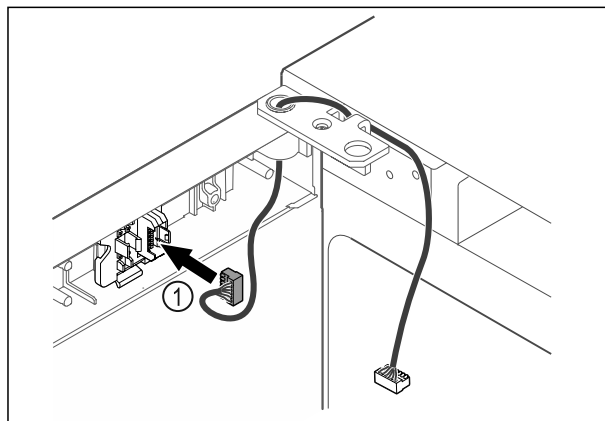

Fig. 48
- ▶ Utaknite utikač Fig. 48 (1) u držač utikača.